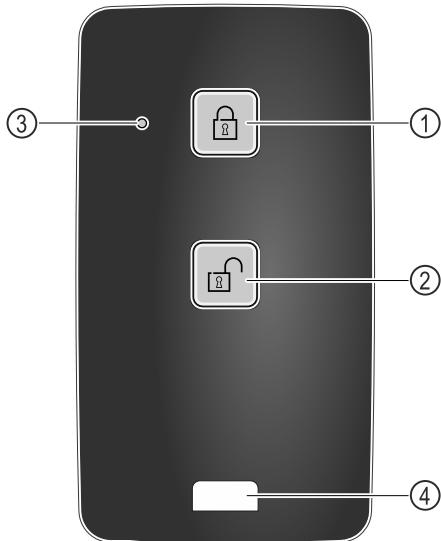

Fig. 219
- (1) Zamknutie zámku
- (2) Odomknutie zámku
- (3) LED stavu
- (4) Upevňovacie oko
- Stlačte tlačidlo Fig. 219 (1) na diaľkovom ovládaní.
- Stlačte tlačidlo Fig. 219 (2) na diaľkovom ovládaní.
- LED stavu Fig. 219 (3) vydá po stlačení tlačidla optickú odozvu.
- Oko Fig. 219 (4) na upevnenie diaľkového ovládania, napríklad na zväzku kľúčov.